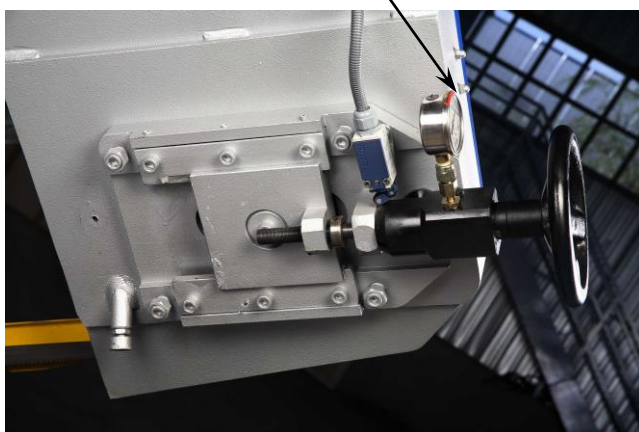

Рисунок 3
- Проверьте давление системы натяжения ленточной пилы. На манометре давление должно быть в пределе 220-250 бар (Рисунок 3)